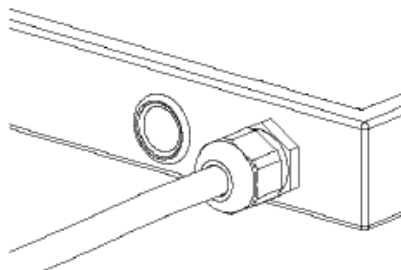

Figura 11. Anclaje con prensa-cable
7.3.3 Inserir el cable óptico a través del prensa-cable (figura 11).